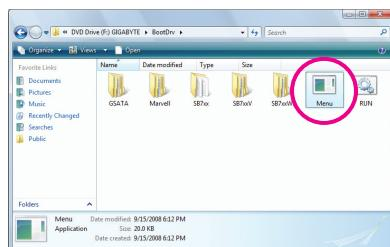

図 4
- 2: 光学ドライブフォルダから、BootDrvフォルダのMenu.exeファイルをダブルクリックします(図4)。図5のようなコマンドプロンプトウインドウが開きます。